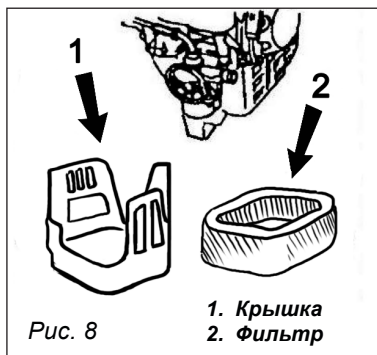

Рис. 8
9.1. Воздушный фильтр (рис. 8)